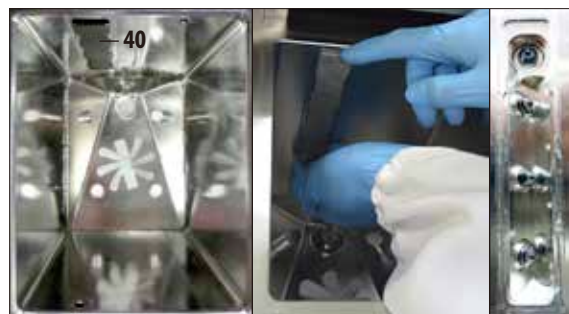

Рис. 238
- Извлеките сетчатый фильтр (40, рис. 238) перед датчиками.